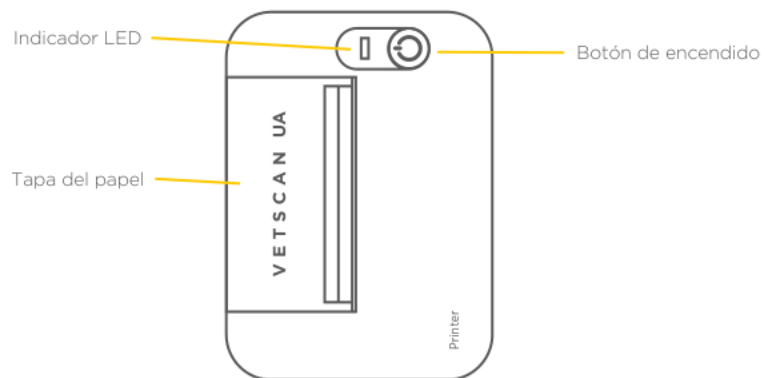

Fig. 3 VETSCAN UA Impresora.
- 1 VETSCAN UA Impresora (Fig. 3)